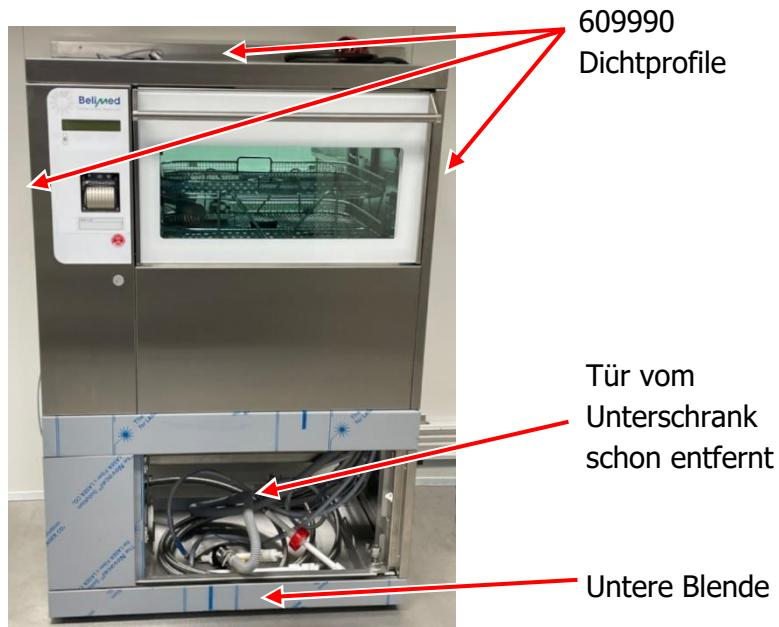

Abb. 2: Dichtprofile, Unterschranktür und untere Blende RDG-E reine Seite
- Entfernen Sie die untere Blende des Geräts auf reinen und unreinen Seite (siehe Abb.2:).
- Befestigen Sie die 3 Dichtprofile vom Belimed (Art.-Nr. 609990) auf der reinen Seite (siehe Abb.2:).
- Entnehmen Sie die 3 Dichtprofile vom Belimed (Art.-Nr. 609990) auf der reinen Seite (siehe Abb.2:).